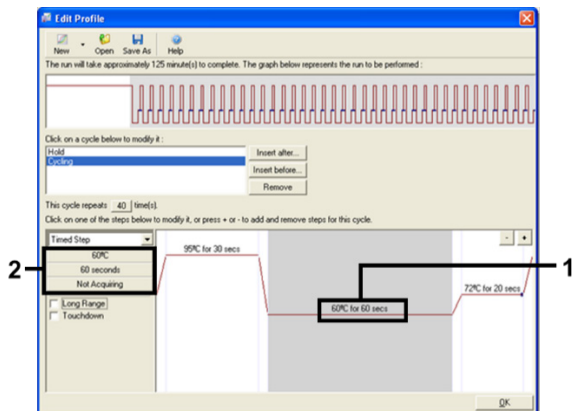

Figura 7. Fase di ciclaggio a 60°C.
9. Evidenziare il secondo passaggio e impostare su 60°C for 60 seconds (60°C per 60 secondi). Fare clic su Not Acquiring (Senza acquisizione) per abilitare l'acquisizione di dati durante questo passaggio. (Figura 7).